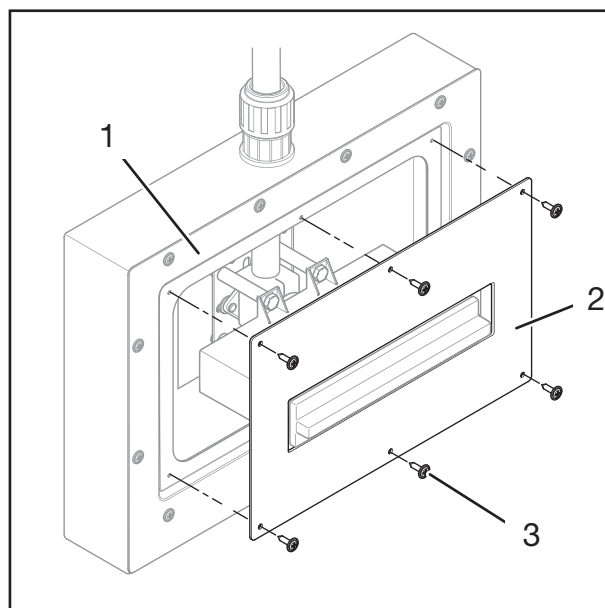

Fig. 10: Montering av servicelucka
1. Positionera serviceluckan (fig. 10/2) på ramen (fig. 10/1).
2. Skruva fast serviceluckan (fig. 10/2) på ramen (fig. 10/1) med tio TX 20-skrivar (fig. 10/3).